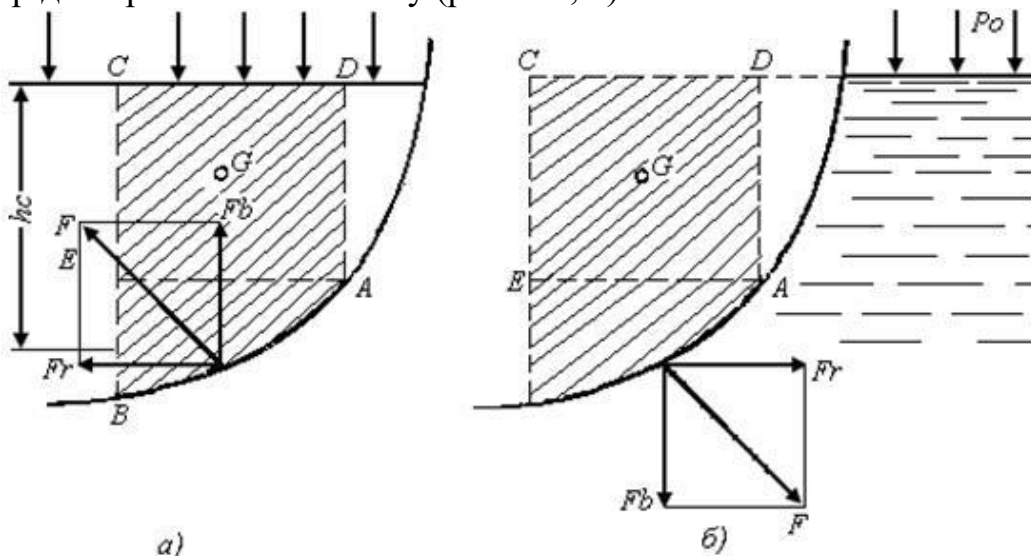

Рисунок 1.4 – Визначення сили тиску на криволінійні поверхні:
Щоб визначити сили тиску на криволінійну поверхню, які складаються з горизонтальної та вертикальної складових (рис. 1.4), візьмемо циліндричну поверхню АВ з утворюючою, яка перпендикулярна до площини креслення (рис. 1.4), та визначимо силу тиску рідини на цю поверхню в двох випадках:
- 1) рідина розташована зверху (рис. 1.4, а);
- 2) рідина розташована знизу (рис. 1.4, б).
Оскільки S_z дорівнює вазі в об'ємі (рис. 1.4, а), то
Цей об'єм прийнято називати об'ємом тіла тиску, і він є реальним (позитивним) при заповненні тіла тиску рідиною (рис. 1.4, а), у цьому випадку у формулі (1.34) береться знак плюс. Тіло тиску буде фіктивним (негативним), якщо воно не заповнене рідиною (рис. 1.4, б), тоді у формулі (1.34) буде знак мінус.